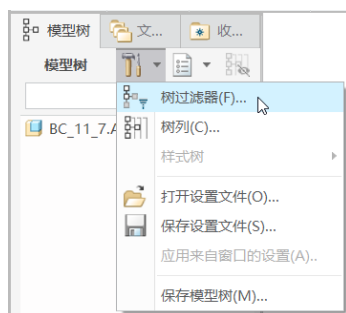

图 11-44 选择“树过滤器”选项
① 在“快速访问”工具栏中单击“新建”按钮，新建一个名为“bc_11_7”的装配设计文件，不采用默认的装配模板，而是选择模板“mmns_asm_design”。
② 在导航区的模型树上方，单击“设置”按钮，接着从打开的下拉菜单中选择“树过滤器”选项。如图 11-44 所示。